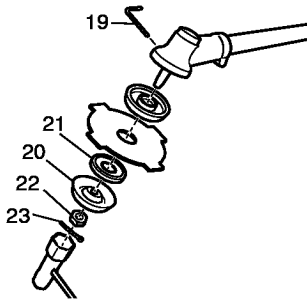

Fig. 18
**Instalación de la cuchilla (Fig. 18)**